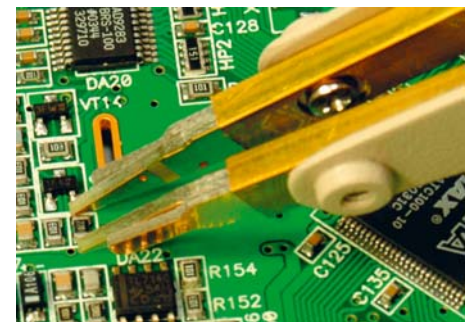

Рис. 7. Адаптер-пинцет АМ-3001-ТЕ
- четырехпроводный адаптер-пинцет АМ-3001-ТЕ (рис. 7).